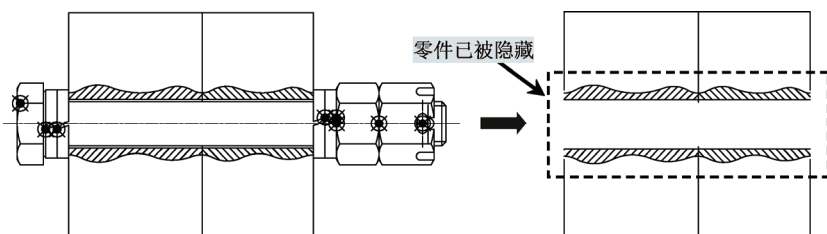

图 6-4 关闭标准零件图层
- ☑ 面板：在“常用”选项卡的“图层”面板中，单击“标准零件 开/关”按钮。执行“标准零件 开/关”命令后，图中插入的标准零件将被隐藏，如图 6-4 所示。